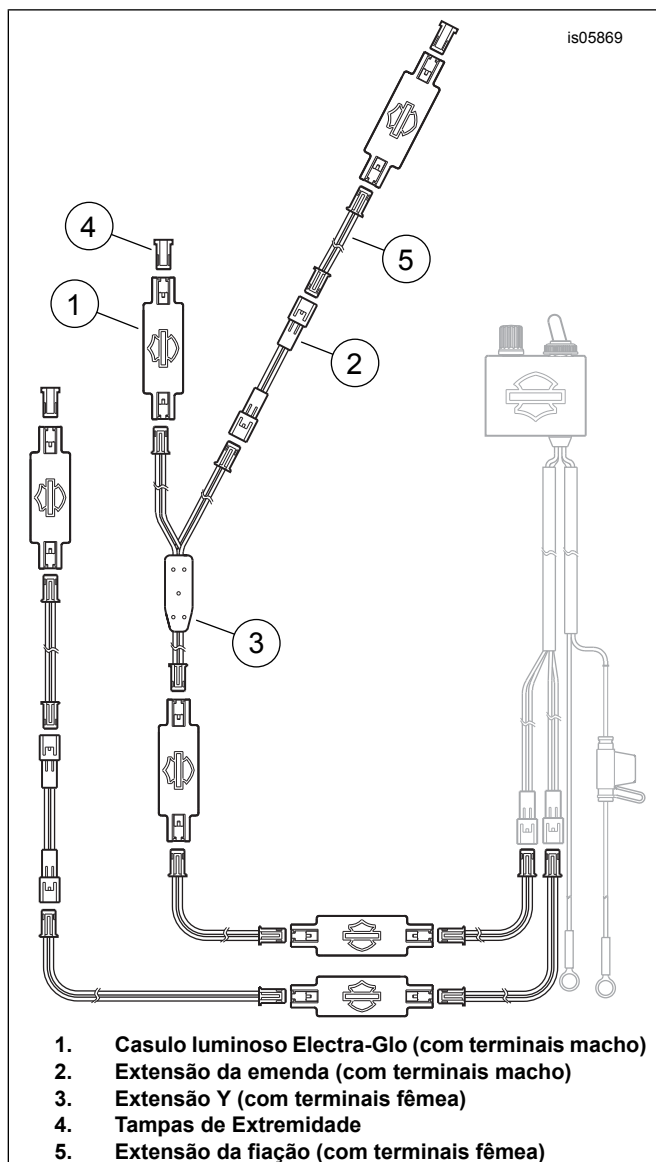

Figura 1. Disposição do casulo luminoso (Exemplo)
2. Veja Figura 1. Combine as extensões da fiação (5), as extensões em Y (3), as extensões das emendas (2) e as tampas das extremidades (4), conforme desejado, para montar um circuito em série com os casulos luminosos (1) nos locais selecionados.